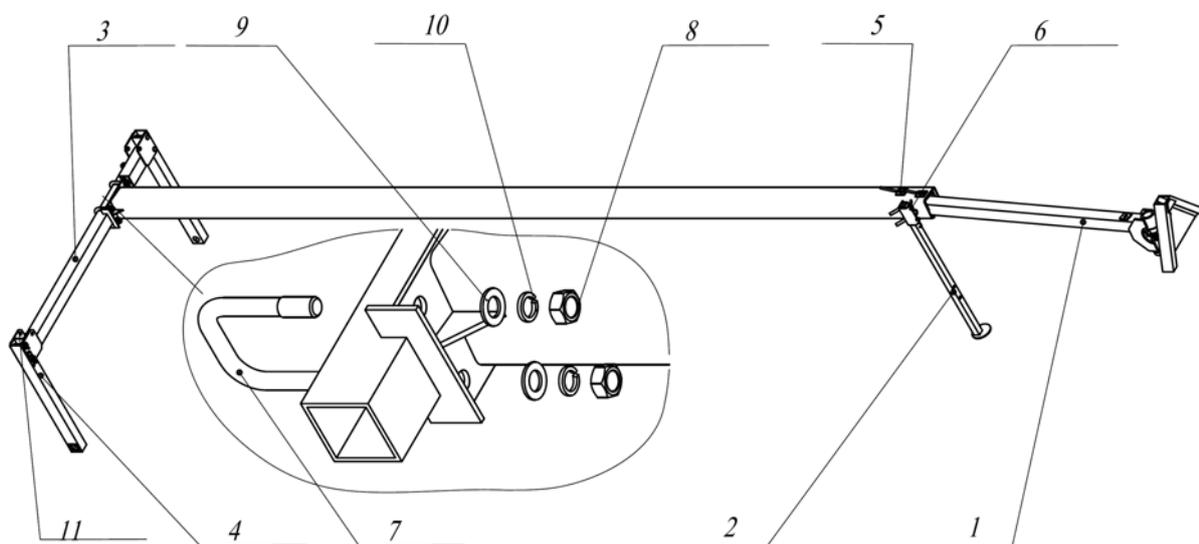

Рис.4 Транспортное приспособление для КРН-5,6К.
2.6 Транспортное приспособление (рис. 4,4а) предназначено для транспортировки культиватора по дорогам общей сети, вдоль ширины захвата. Оно состоит из сннца 1, балки поперечной 3 со стойками 4, опоры 2.
Сница 1(рис. 4) предназначена для присоединения культиватора к трактору.
Рис.4а Транспортное приспособление для КРН-8,4К